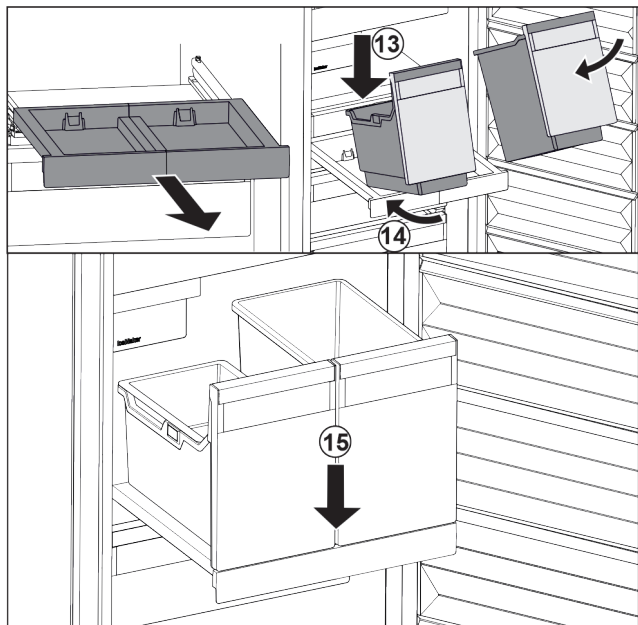

Fig. 175
- ▶ Helyezze ferden a kihúzható rácsra a tárolókat. Fig. 175 (13)
- ▶ Tolja be ferden hátra a tárolókat. Fig. 175 (14)
- ▶ Helyezze le a tárolók elejét. Fig. 175 (15)